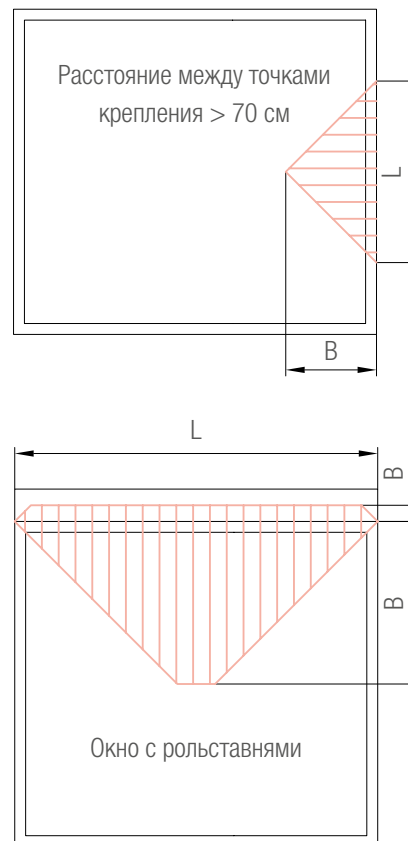

Рисунок 10: превышения допустимых расстояний между точками крепления
Рисунок 10: расчетная диаграмма для определения требуемого момента инерции поперечины в зависимости от величины нагрузки, создаваемой собственным весом заполнения ( $f = 0,3 \text{ см}$ ,  $E = 210000 \text{ Н/мм}^2$ ,  $a = 15 \text{ см}$ )
- превышение максимально допустимого расстояния между точками крепления коробок при монтаже (70 см), в этом случае выполняется отдельный статический расчет элементов коробок. Это касается также верхнего горизонтального элемента коробки при наличии в конструкции оконного блока рольставней (см. рисунок 10).